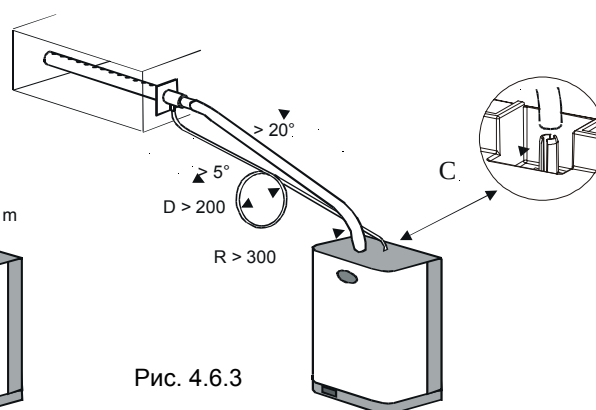

Рис. 4.6.3
2. Для короткой прокладки (менее 2 м) сгиб радиусом не менее 300 мм, далее подъем вверх под углом не менее 20° (см. Рис. 4.6.3).
Если позволяет расстояние до распределителя, трубку можно подсоединить к патрубку C (входит в комплект поставки), который привинчивается сверху увлажнителя для слива конденсата обратно в паровой цилиндр (см. Рис. 4.6.3).